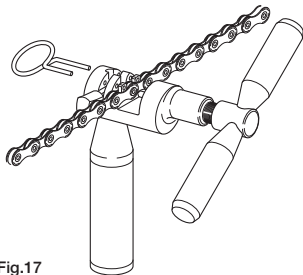

Fig.17
- Inserite la maglia da chiudere nelle apposite sedi (Fig. 17).